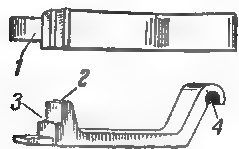

Рис. 35. Спусковая тяга:
36. Спусковая тяга (рис. 35) служит для освобождения боевого взвода курка с шептала коромысла. Она имеет: передний плоский конец для прохода в вырез коромысла; стойку, на которую действует направляющий стержень